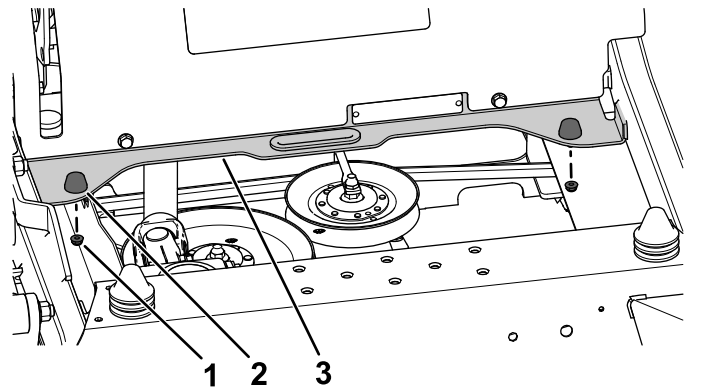

Bild 11
- Entfernen Sie die beiden Sicherungsmuttern ( $\frac{1}{4}''$ ) vom Gummianschlag an der Querstrebe (Bild 11).